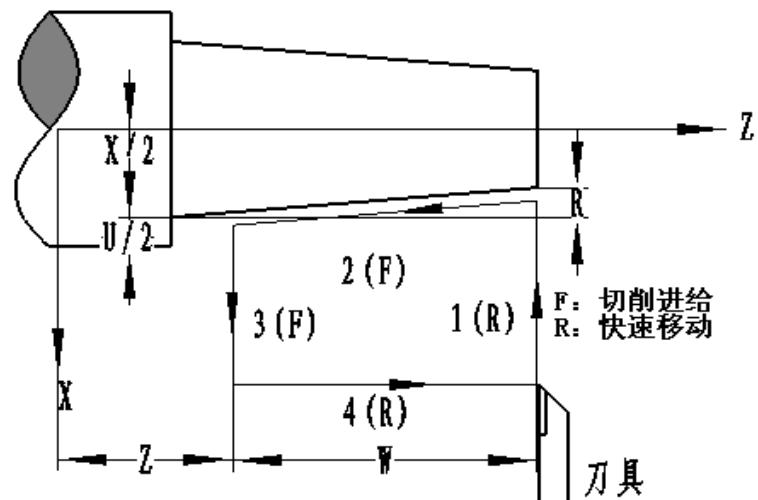

图 2-17
功能说明：G90 可实现圆柱面、圆锥面的单一循环加工，循环完毕后刀具返回起刀点位置（轨迹 1 的起点），如图 2-16 和图 2-17。图中 (F) 线段表示切削进给，(R) 线段表示快速移动。